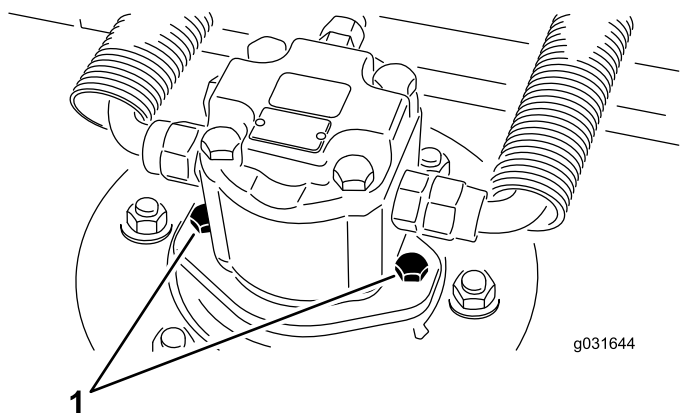

Figura 69
2. Retire los tornillos de montaje del motor y desconecte y retire el motor hidráulico de la unidad de corte (Figura 69).
4. Con los tornillos de montaje del motor hidráulico, instale el motor hidráulico en la unidad de corte (Figura 69).